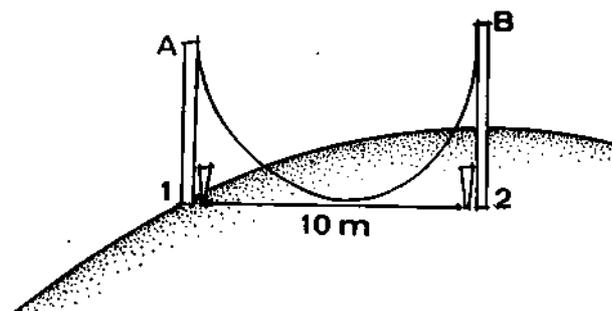

fig. 3
- b) Leve o aparelho para o campo a ser locado (são necessárias 3 pessoas para a locação) , coloque uma estaca (1) na parte mais alta do terreno e, junto a estaca, assente a régua (A);
- c) Leve a régua (B) a 10m de distancia,segundo, mais ou menos, o nivel do terreno;
- d) Leia os níveis da água nos tubos e veja se são iguais. Se não estiverem no mesmo nível, suba ou desça no terreno com a régua (B) ate' que os níveis sejam iguais. Coloque alguma estaca (2);
- e) A seguir, faça a pessoa que segura a régua (A) deslocar-se para a estaca (2) (fig. 3);